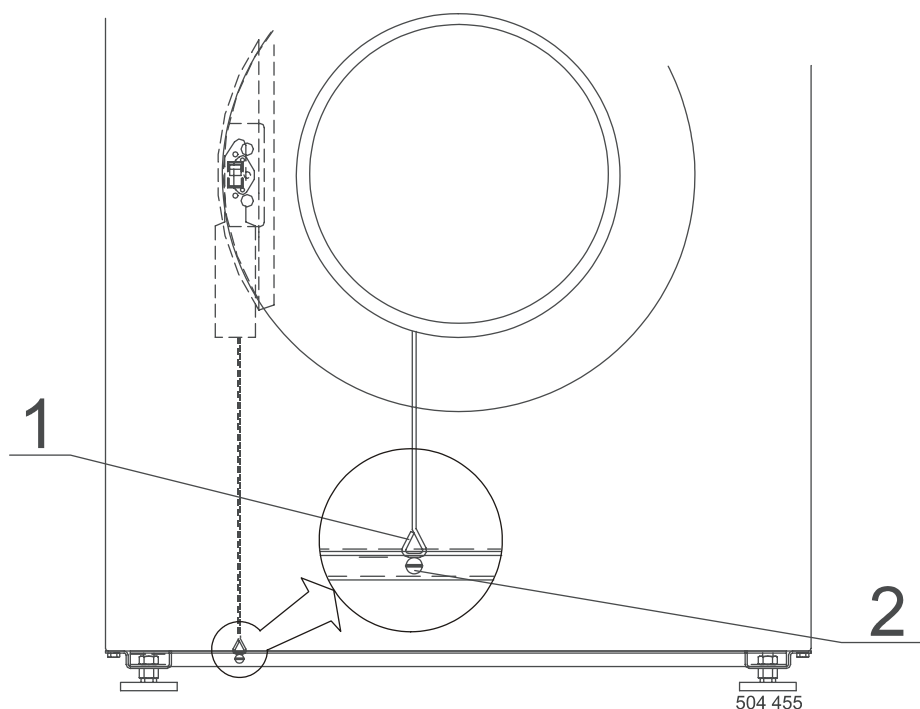

Fig. 6.11. Leva per l'apertura d'emergenza dell'oblò
Quando il cesto si è raffreddato, trovare il bullone (fig. 6.11. numero 2) per accedere alla leva per l'apertura d'emergenza dell'oblò, sul lato inferiore sinistro (1) e svitarlo. Tirare la leva con un cacciavite (diametro 4 mm) attraverso il foro nel telaio, per aprire l'oblò.